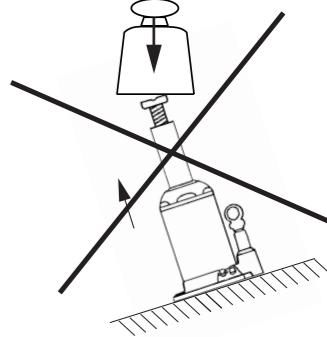

Fig.4
- Kontroller at lasten ikke utsættes for skjev belastning ved løft (Fig. 4).
- Let erop dat de krik bij het heffen niet scheef belast wordt (Fig. 4).
- Controllare che il martinetto non sia soggetto a carico trasversale in sede di sollevamento (Fig. 4).